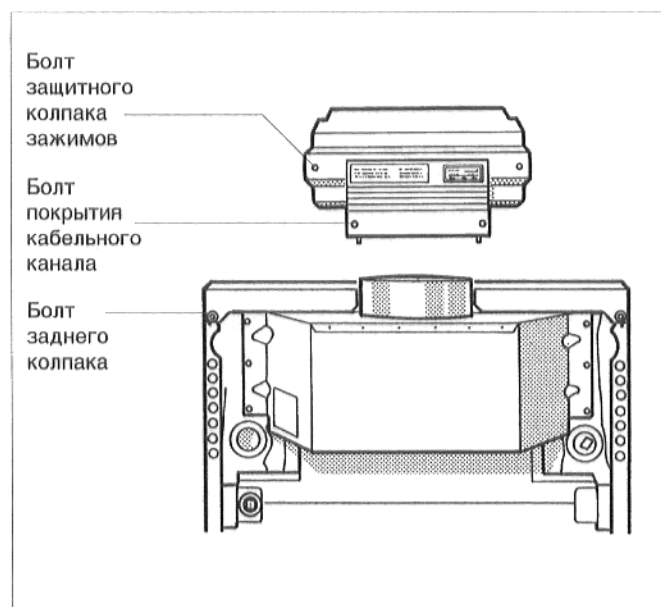

Рис. 5: обратная сторона
- Вывинтить два крепежных болта заднего колпака котла (рис. 5). Снять задний колпак котла.
- Вывинтить два болта защитного колпака зажимов регулятора (рис. 5). Снять защитный колпак зажимов.
- Вывинтить оба болта покрытия кабельного канала (рис. 5). Снять покрытие.